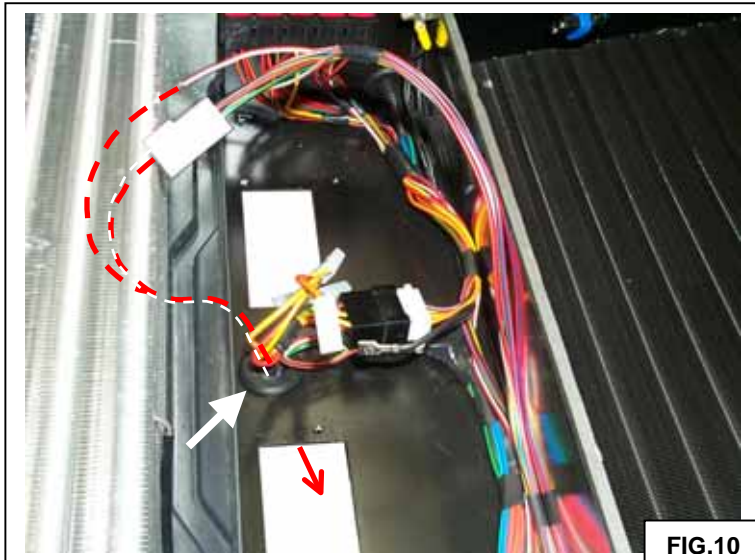

FIG.10
Sul gruppo a tetto montare i blocchetti portarelais utilizzando 2 viti M4x16 con rondelle e dadi forniti come indicato in fig.10 ed inserire i relais.
Fit the relay blocks onto the roof unit using 2 M4x16 screws with the washers and nuts supplied, as shown in fig.10 and insert the micro-relays.
Sur le groupe sur toit monter les blochets porte-relais en utilisant 2 vis M4x16 avec des rondelles et écrous fournis comme indiqué dans la fig.10 et insérer les micro-relais.
An der Dachgruppe die Relaisblöcke montieren, dazu 2 Schrauben M4x16 mit den mitgelieferten Unterlegscheiben und Muttern verwenden, wie in Abb.10 gezeigt, und die Mikrorelais einsetzen.
En el grupo de techo montar los bloques portarelés utilizando 2 tornillos M4x16 con arandelas y tuercas proporcionadas como se indica en la fig.10 e insertar los microrelés
- 13** I Fascettare opportunamente il cablaggio proveniente dai relais con fusibili (già in origine sul gruppo a tetto). Far fuoriuscire i cavi indicati in figura attraverso il gommino sulla base del condizionatore, per il successivo collegamento della centralina (vedi fig.10).
GB Clamp the wiring from the relays with fuses originally on the roof unit). Poke the wires indicated in the figure through the rubber insert on the base of the conditioner, for subsequent connection to the central control unit (see fig. 10).
F Entourer de façon opportune le câblage provenant des relais avec fusibles (déjà l'origine sur le groupe sur toit). Faire sortir les câbles indiqués en figure à travers le capuchon sur la base du conditionneur, pour le raccordement successif de la centrale (voir fig.10).
D Die Kabel, die von den Relais mit Sicherungen kommen (schon ursprünglich an der Dachgruppe) mit Klemmen angemessen zusammenhalten. Die in der Abbildung gezeigten Kabel durch das Gummistück unten an der Klimaanlage austreten lassen, damit sie dann an das Steuergerät angeschlossen werden können, siehe Abb.10.
E Utilizar la abrazadera cuando el cableado procediente de los relés con los fusibles (que originalmente ya se encontraban en el grupo de techo) necesite de ello. Hacer salir los cables indicados en la figura a través del tapón de goma de la base del acondicionador, para la posterior conexión de la centralita (véase fig.10).